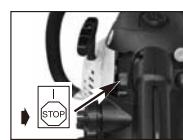

Bild. 9
2. Drücken Sie den STOP-Schalter nach unten, um den Motor zu stoppen. (Bild. 9)